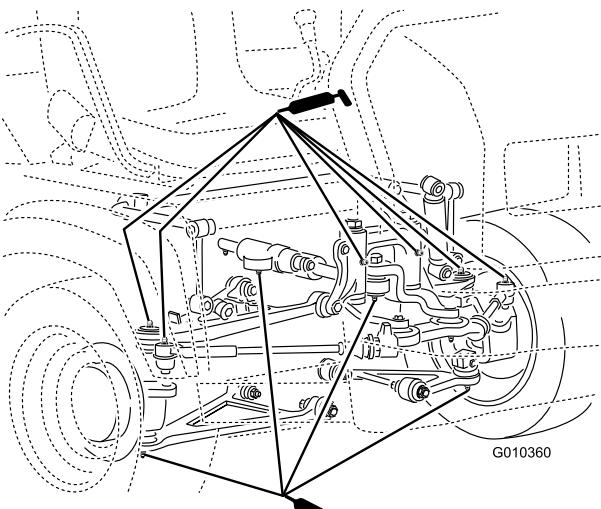

Figura 36
- **Articulaciones esféricas (4);** consulte la Figura 36
- **Soportes de giro (2);** consulte la Figura 36
- **Cilindro de dirección (2);** consulte la Figura 36
- **Tirantes (2);** consulte la Figura 36